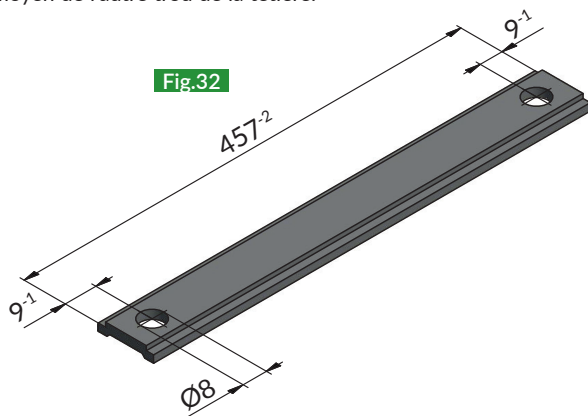
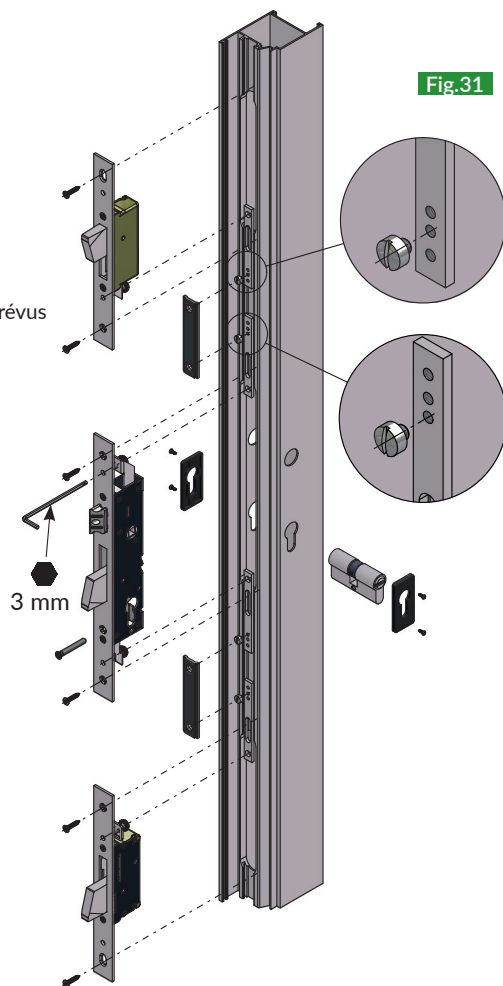

Fig.32
Fig.31
2. Realizzare le due aste **Fig.32** posizzionarle sul profilo e agganciarvi le piastrine di collegamento utilizzando le viti appropriate. **Fig.31**
2. Get the rods ready **Fig.32** position them on the profile and connect the plates using proper screws. **Fig.31**
2. Réaliser les 2 tringles **Fig.32** positionner sur le profilé et y accrocher les plaquettes de raccord avec les vis correspondantes. **Fig.31**